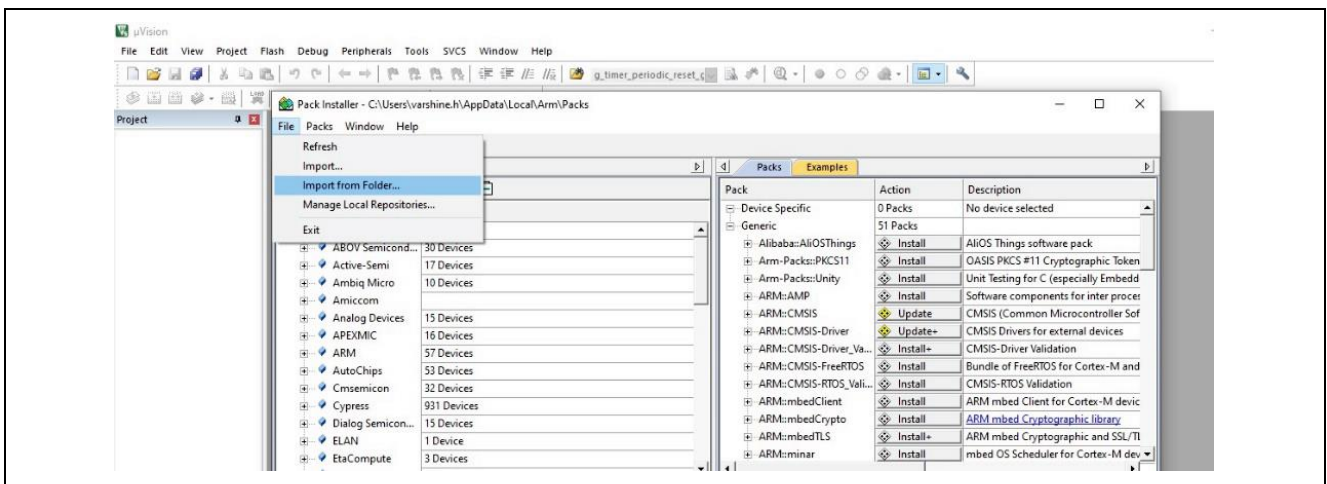

图 30. 从文件夹中导入 (Import from Folder)
4. 按照图 30 依次打开 File > Import from Folder...